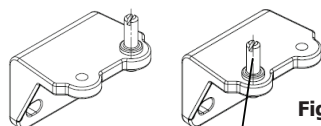

Fig. 4
5. Dévissez les chevilles des deux charnières et transférez-les dans les trous prévus à cette fin du côté opposé. Voir la Figure 4. Réinstallez la charnière inférieure sur le coin gauche de la caisse en vous servant des trois vis retirées à l'étape 4.